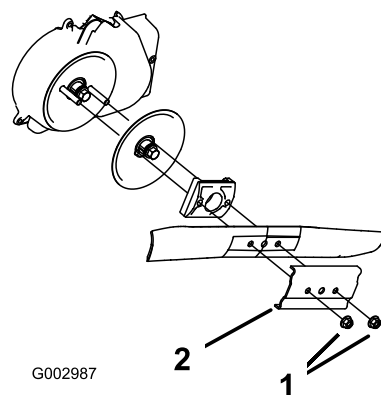

Figura 52
3. Retire las 2 tuercas de la cuchilla y el refuerzo (Figura 52).
4. Retire la cuchilla (Figura 52).
5. Instale la cuchilla nueva (Figura 52).